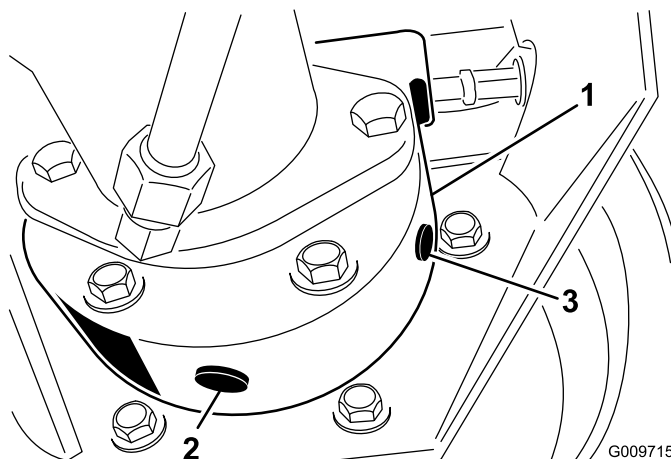

Figura 43
3. Coloque otro recipiente debajo del alojamiento del freno en el otro lado de la rueda (Figura 43).